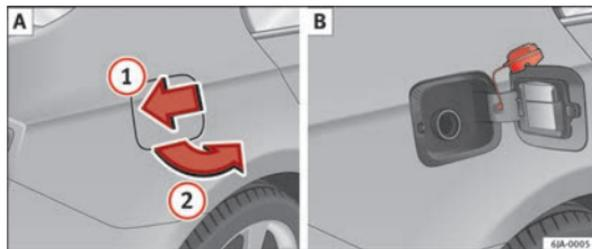

Fig. 122 Parte traseira do veículo, lado esquerdo: tampa do depósito/tampa do depósito com o tampão desenroscado
Num autocolante colado no lado interior da tampa do depósito, é indicado o tipo de combustível adequado ao seu veículo, bem como o tamanho dos pneus e a pressão correcta dos mesmos ⇒ Fig. 122 [B].
- Faça pressão sobre a tampa do depósito, no sentido da seta ① ⇒ Fig. 122.
- Abra a tampa no sentido da seta ②.
- Desenrosque o tampão de fecho do depósito para a esquerda e coloque-o em cima da tampa do depósito ⇒ Fig. 122 [B].